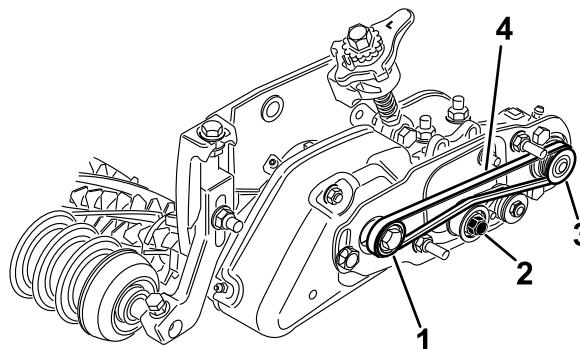

図 32
- 受動ブーリーにベルトを回しかけ、次にアイドラブーリーに上からベルトを掛ける図32。
- 駆動ブーリーを回してベルトを回転させる図32。